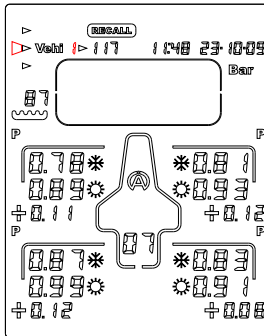

Abbildung 9
- 2) Mit der Schaltfläche  oder , wählen Sie das Symbol "Vehi" (Abbildung 9)
- 3) Mit der Schaltfläche  oder , wählen Sie das gewünschte Fahrzeug (Abbildung 9)